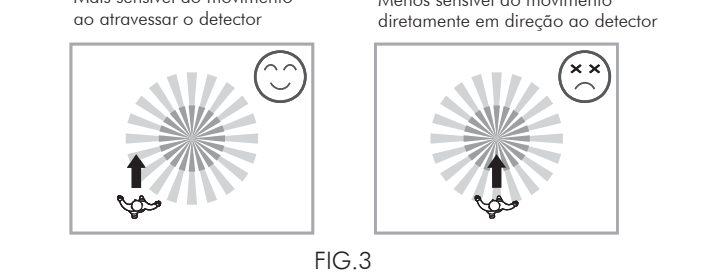

FIG.3
- 1.2 Preste atenção à direção do deslocamento durante o teste pr'Ceeding. Ele é mais sensível ao movimento oposto ao detector e menos sensível ao movimento direto em direção ao detector, o que reduz o alcance da detecção (consulte a FIG.3).